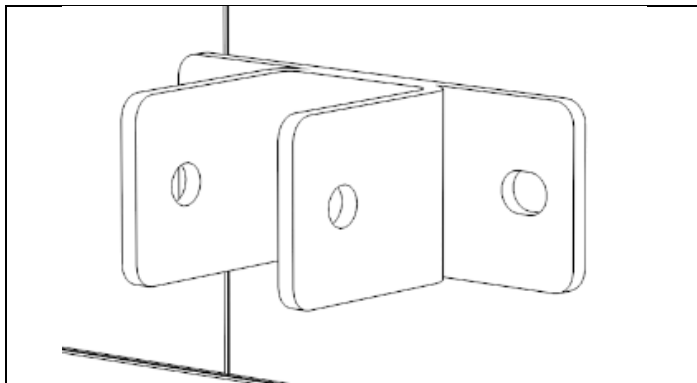

Bild 16
- Markieren Sie nun die Löcher der Halter (C2) für jedes Bein an der Wand (Bild 16).